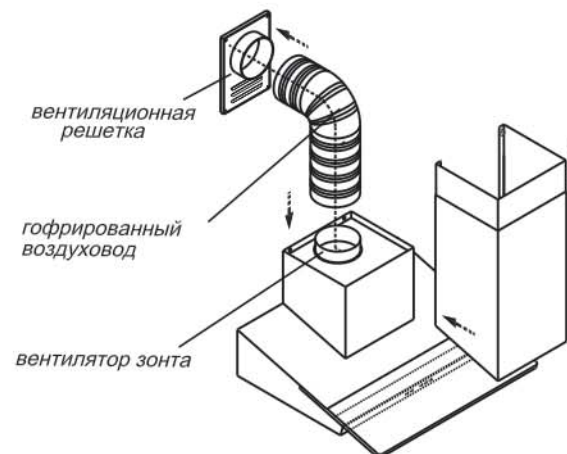

РИС. 7
- будьте осторожны при установке фальштруб (рис. 7), не повредите поверхности из нержавеющей стали.
6.3 Соедините вентилятор с вентиляционной решеткой полужестким гофрированным воздуховодом (рис. 7).